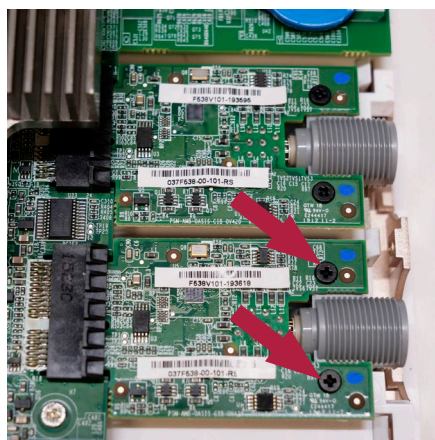

Figura 16 Rimuovere le viti dalla scheda VDI da sostituire
- a) Usare il cacciavite per allentare le due viti nere che fissano la scheda VDI (v. Figura 16)
- e) **Inserire e serrare le due viti nere (coppia max. 0,2 Nm) che fissano la scheda VDI (v. Figura 16)**